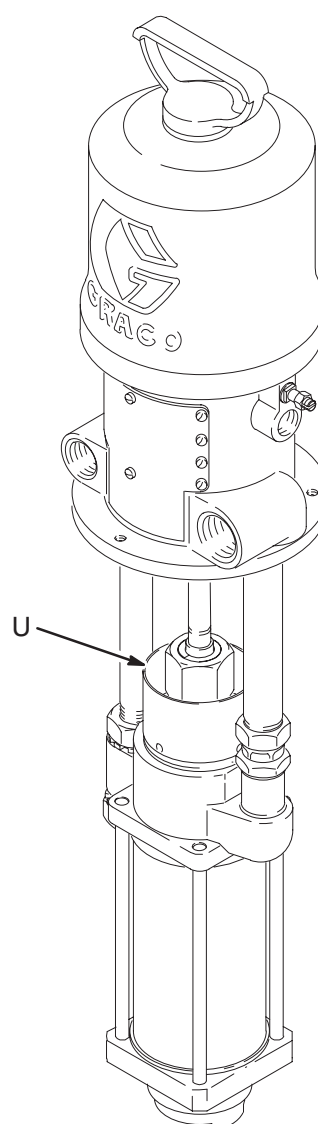

Fig. 3
Contrôler régulièrement serrage de l'écrou/la coupelle du presse-étoupe (U). L'écrou doit être suffisamment serré pour empêcher toute fuite. Serrer l'écrou à 27–33 N.m; ne pas dépasser ce couple, sinon on risque d'endommager les joints. **Relâcher la pression** avant de régler l'écrou. Voir la Fig. 3.